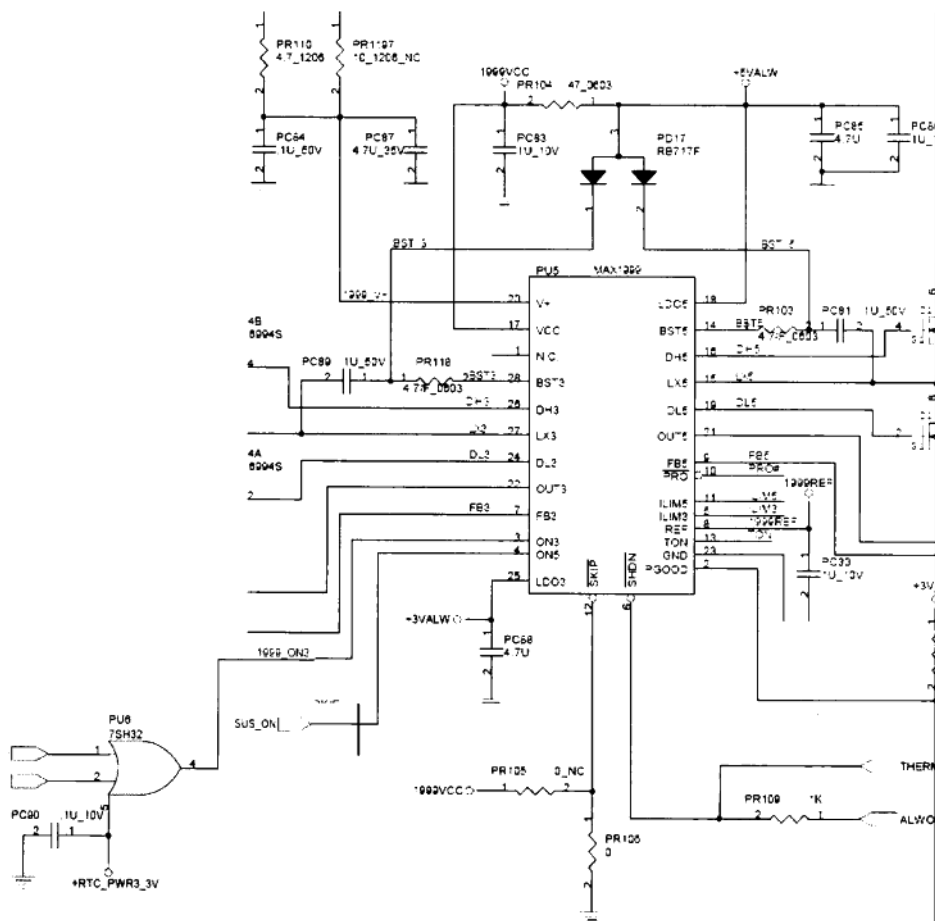

图 2-25 戴尔 D610 的 3V、5V 供电单元电路（工厂图）
2. 戴尔 D610 采用迅驰二代的 CPU, 3V、5V 供电单元电路采用 MAX1999 供电芯片 (如图 2-25 所示)。
由图 2-25 可见，戴尔 D610 的关键的引脚及测试点为：20 脚 V+主供电，6 脚 SHDN 主控制信号来自于超级 IO，同时受控于温控电路，当温度达到一定值后，会强制拉低 6 脚的控制信号，实现温度保护自动关机。18 脚 LDO5 输出 5V 线性电压，25 脚 LDO3 输出 3V 线性电压，单元控制 ON3、3 脚，ON5、4 脚都是来自超级 IO。